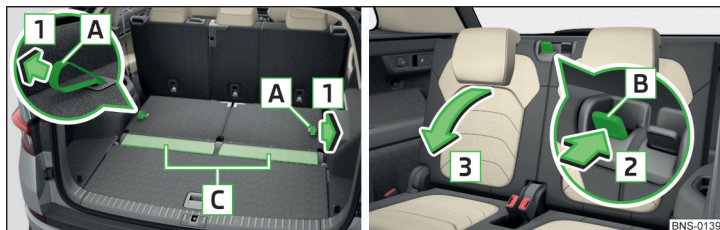

Fig. 95 Ridicarea/plierea spătarelor scaunelor
- Pentru **ridicare**, trageți de curelușă **A** în sensul săgeții **1** » fig. 95. După ridicarea sa, spătarul scaunului trebuie să se fixeze cu un sunet specific.